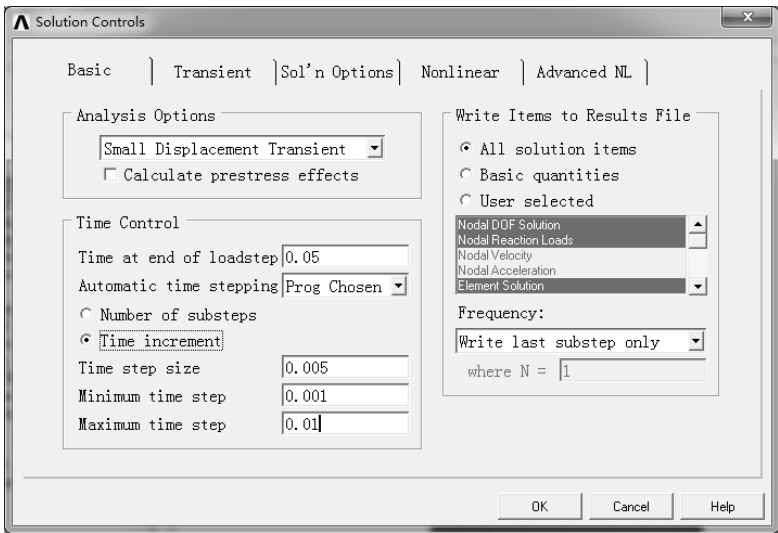

图 7-197 “Basic” 选项卡
1) 选择 “Main Menu>Solution>Analysis Type>Sol’n Controls” 命令，弹出 “Solution Controls” 对话框的 “Basic” 选项卡，在 “Time at end of loadstep”（载荷步结束时间）文本框中输入 0.05，选中 “Time increment” 选项，在 “Time step size” 文本框中输入 0.005，在 “Minimum time step” 文本框输入 0.001，在 “Maximum time step” 文本框中输入 0.01，如图 7-197 所示。